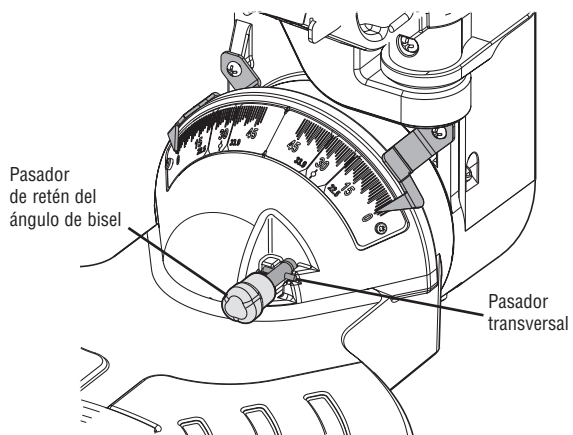

Figura 52. Pasador transversal desacoplado para el intervalo completo de cortes en bisel
- La sierra tiene un pasador de retén del ángulo de bisel que sólo se puede acoplar a 33.9° a la izquierda o a la derecha. Éste es el ángulo de bisel requerido cuando se corta moldura de corona con un "ángulo de resorte" de 38° plana sobre la mesa. NOTA: Si el pasador de retén de bisel se acopla automáticamente a 33.9° e impide la inclinación de la sierra a otro ángulo, simplemente jálelo hasta la parte delantera y rote su pasador transversal 1/4 de vuelta para que descansa en la posición desacoplada. Si el pasador se está atorando en el interior, incline y oscile el cabezal de la sierra de un lado a otro mientras lo jala (vea la figura 52).